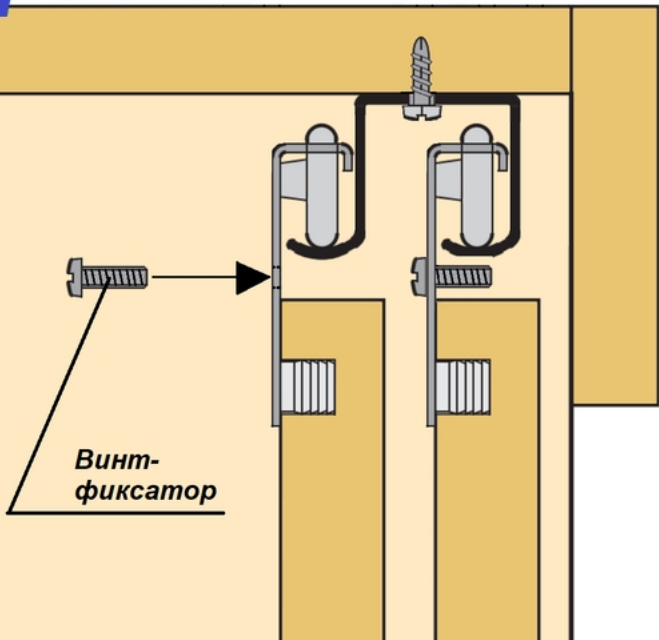

рис.4
- Фиксаторы левый и правый устанавливаются таким образом, чтобы двери в крайнем положении не доходили до боковин шкафа на 3 мм. Фиксатор для наружной двери, крепится шурупами 4x13 внутри верхней направляющей к верхней горизонтальной поверхности, а фиксатор для внутренней двери крепится шурупами 4x13 к верхней горизонтальной поверхности через прокладку. Фиксатор средний устанавливается для фиксирования средней двери в среднем положении, и крепится внутри верхней направляющей. (рис.4,5,6).